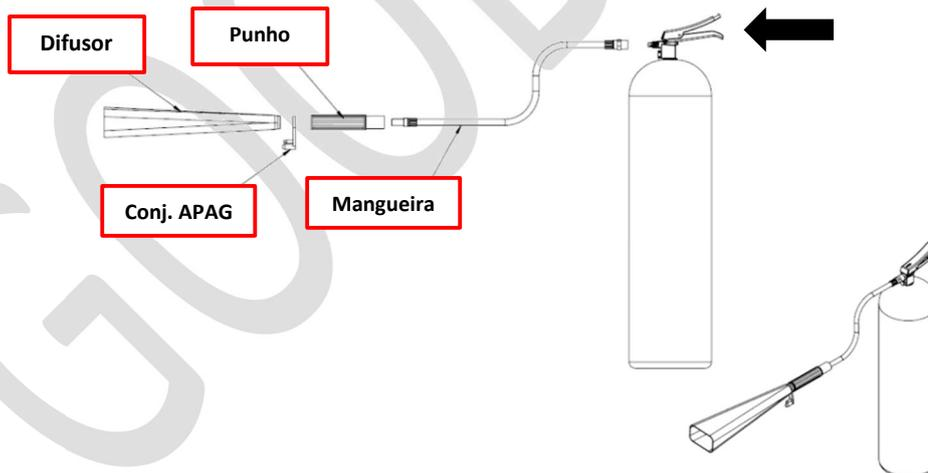

Figura 2: Desmontagem conjunto difusor e mangueira
- ❖ A remoção do conjunto difusor / mangueira de descarga, utilizando uma chave fixa 3/4" (Figura 2);